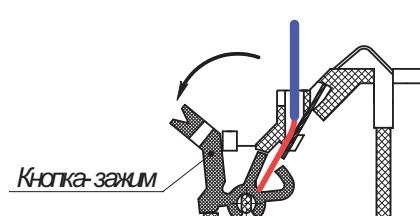

Рисунок 1
- 6.8 Закрепить розетку в месте установки извещателя в соответствии с проектом и подключить к ней провода ШС, соблюдая полярность. Кнопки-зажимы контактов 3 и 4 (маркировка контактов выполнена на контактной группе) предназначены для подключения «-» ШС. В состоянии поставки кнопки-зажимы находятся в отжатом положении, освобождая каналы для ввода проводов (см. рисунок 1). Подключение проводов ШС проводить в следующей последовательности: